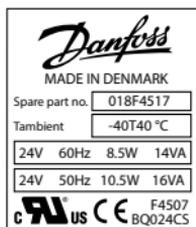

Figura 2
El tipo de bobina (BB230AS) está impreso en la parte anterior de la bobina, junto con la tensión (V) y la frecuencia (Hz); consulte la figura 2.